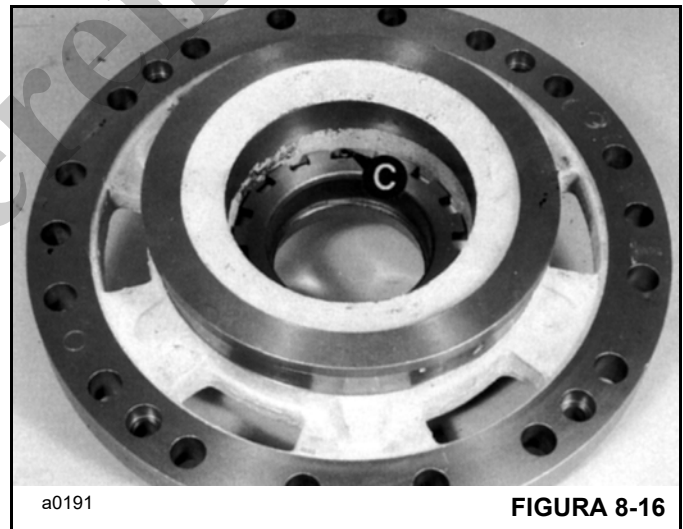

FIGURA 8-16
7. Quite el pasador de bloqueo de la tuerca lateral del diferencial **C** (Figura 8-16), para permitir el ajuste durante el armado. Retire la otra caja del émbolo de freno sólo si está dañada, pero independientemente de eso quite el pasador de bloqueo **C** (para permitir el ajuste de la carga lateral durante el armado).